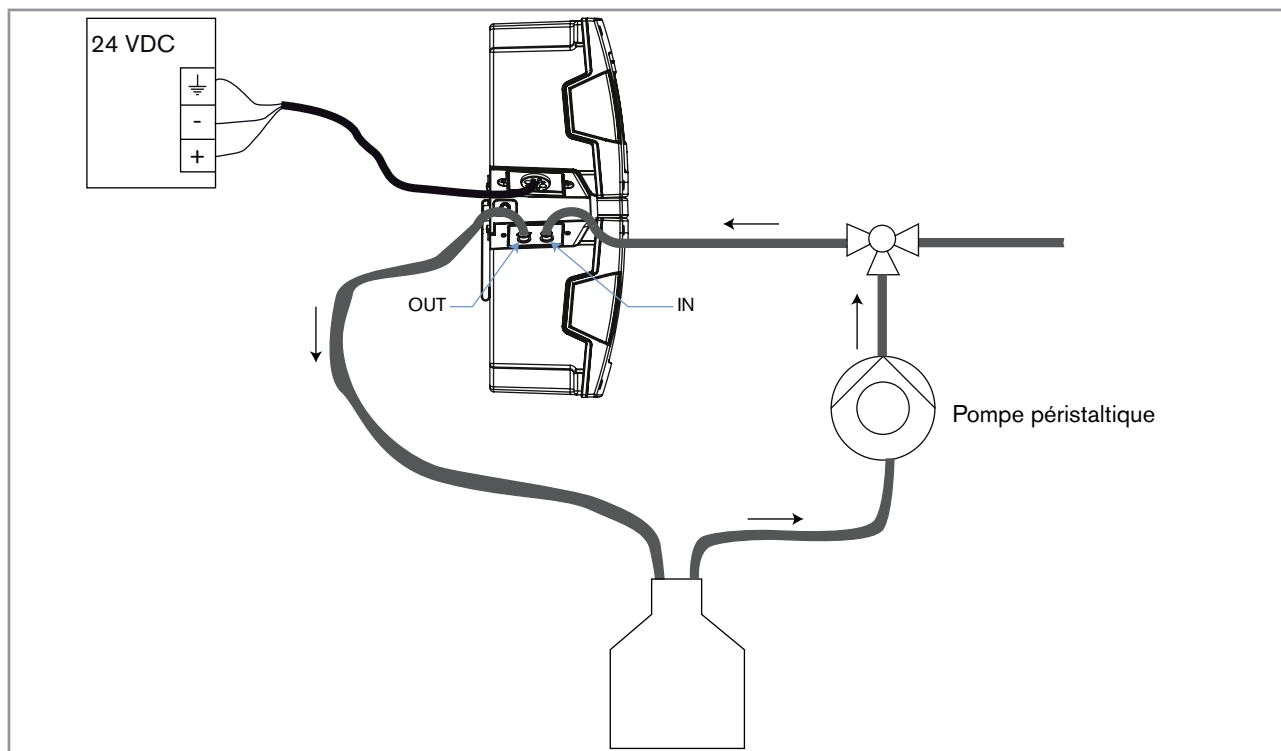

Fig. 3 : Installation pour l'étalonnage du produit dans un système type 8905
1. Raccorder une pompe péristaltique dans le circuit d'arrivée de l'échantillon d'eau du système, tel que décrit dans la Fig. 3. Si les raccords fluidiques ne sont pas effectués correctement, le produit et le système peuvent être endommagés car la pression dans le produit et le système est trop élevée.